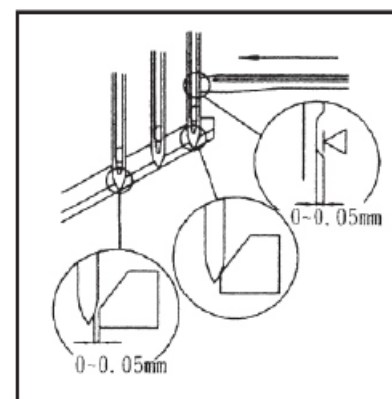

Рис. 29
1. Когда конец петлителя приближается к центру правой иглы, зазор между правой иглой и петлителем должен составлять 0 - 0,05 мм. Отрегулируйте зазор между левой иглой и задним ограждением иглы (задней) (см. Рис. 29)